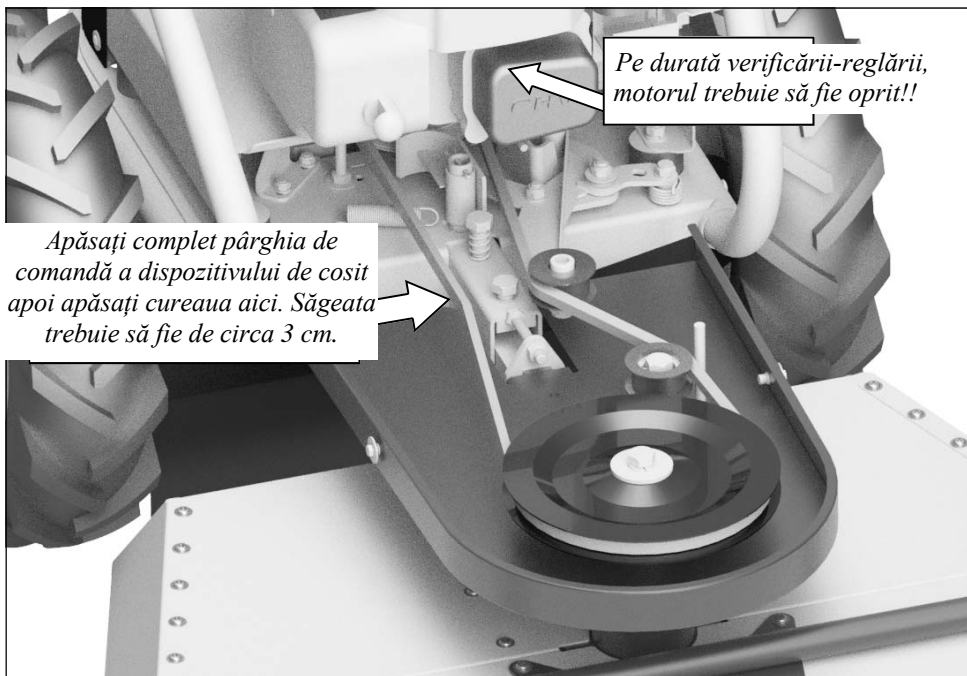
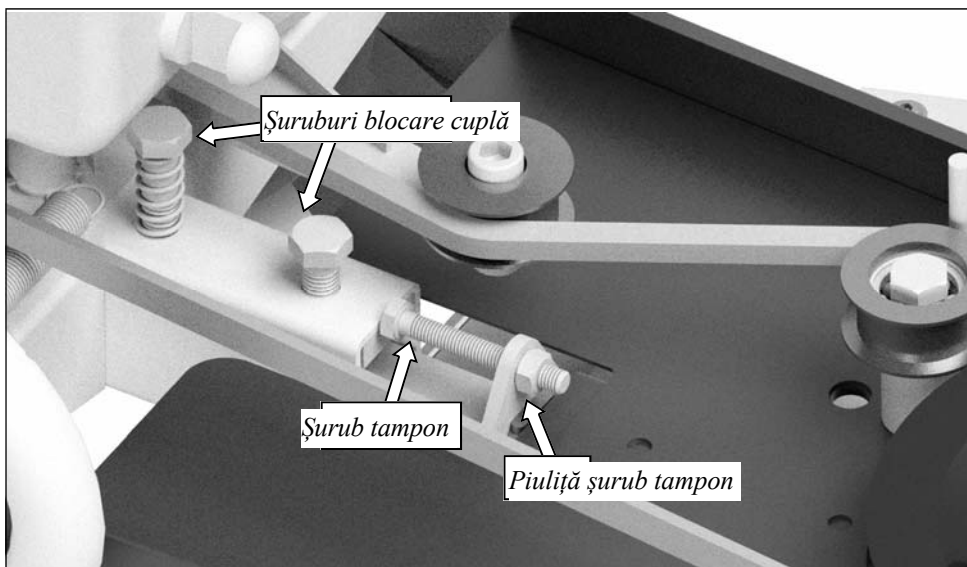

Fig. 7
Fig. 8
- 3) Slăbiți șuruburile de de blocarea cuplei (Fig. 8) cu cca. jumătate de tură pentru a mobiliza semicupla dispozitivului de cosire, dar nu slăbiți mai mult decât este necesar pt. mobilizare.
- 4) Apăsați bara de comandă a dispozitivului de cosire și fixați-o în această poziție. Dacă nu este posibil să apăsați complet bara, slăbiți șurubul tampon (Fig. 8).
- 5) Tensionați cureaua din șurubul tampon (Fig. 8) pt. a obține, la apăsarea cu degetul, o deformare (săgeată) a curelei de circa 3 cm (Fig. 7). Apoi blocați șurubul tampon cu piulița lui.
- 6) Strângeți șuruburile pt. blocarea cuplei (Fig. 8).